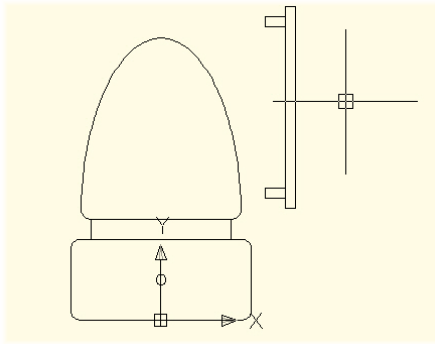

Figure 4.15
2. Ajoutez au WC un accessoire, par exemple un appui-main fixé au sol (voir Figure 4.15).